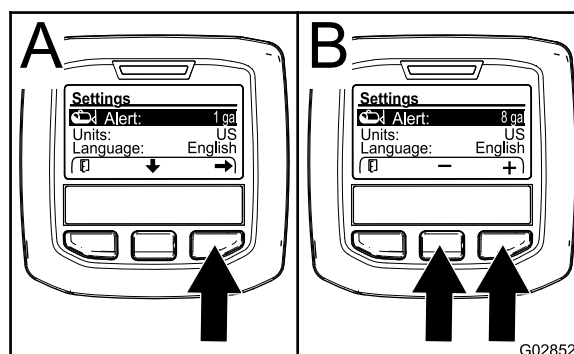

Figura 8
1. Premete il pulsante di selezione centrale per evidenziare le impostazioni di Allarme (Figura 8).
2. Premete il pulsante di selezione destro (Figura 8).
3. Usate i pulsanti di selezione centrale o destro per inserire la quantità minima nel serbatoio per far scattare e visualizzare l'allarme durante l'irrorazione (Figura 8).